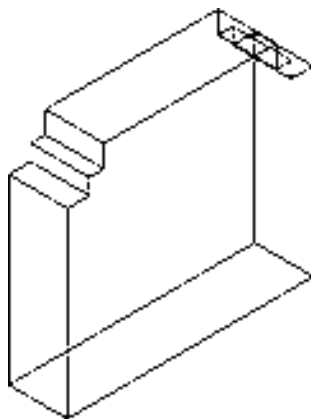

图 3-108 三维效果
4) 将当前视图转换为“西南等轴测视图”，查看异形立面的三维效果，如图 3-108 所示。